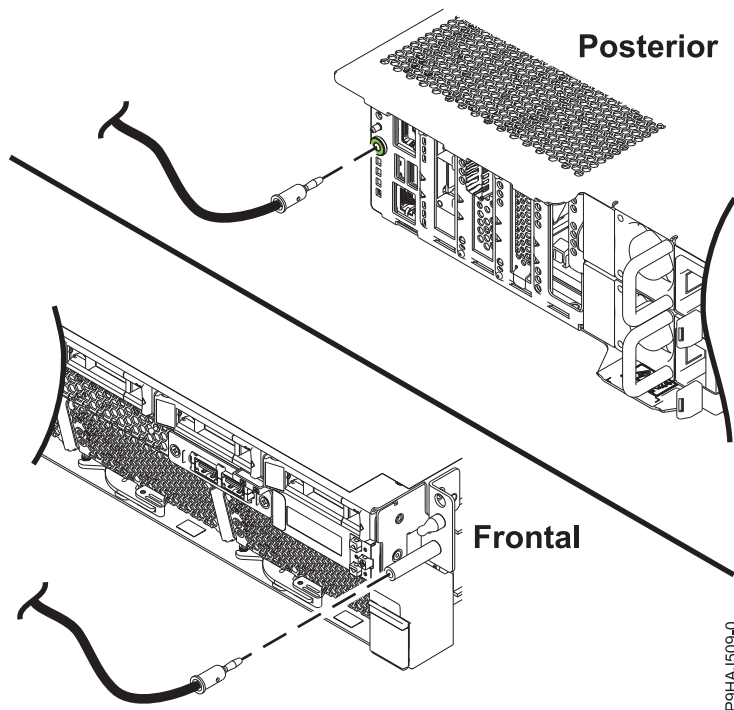

Figura 1. Ubicació dels endolls ESD
6. Connecteu una canellera antiestàtica per a descàrregues electrostàtiques (ESD). El sistema té una clavilla ESD a la part frontal i a la part posterior del sistema, tal com es mostra a la Figura 1 a la pàgina 4. Connecteu la canellera antiestàtica ESD a la clavilla ESD.